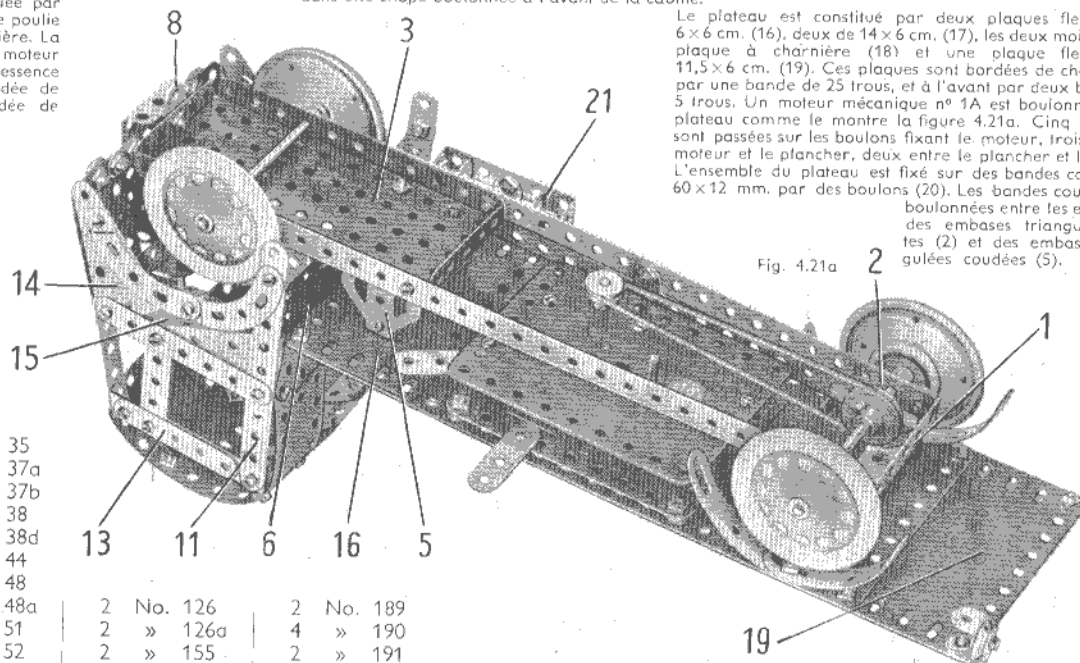

Fig. 4.21a
Le plateau est constitué par deux plaques flexibles de 6 x 6 cm. (16), deux de 14 x 6 cm. (17), les deux moitiés d'une plaque à charnière (18) et une plaque flexible de 11,5 x 6 cm. (19). Ces plaques sont bordées de chaque côté par une bande de 25 trous, et à l'avant par deux bandes de 5 trous. Un moteur mécanique n° 1A est boulonné sous le plateau comme le montre la figure 4.21a. Cinq rondelles sont passées sur les boulons fixant le moteur, trois entre le moteur et le plancher, deux entre le plancher et le châssis. L'ensemble du plateau est fixé sur des bandes coudées de 60 x 12 mm. par des boulons (20). Les bandes coudées sont boulonnées entre les extrémités des embases triangulées plates (2) et des embases triangulées coudées (5).